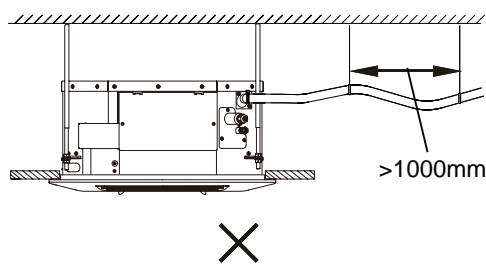

Fig. 5.1
- Per evitare il riflusso dell'acqua all'interno dell'Unità durante l'arresto, il tubo di scarico della condensa deve essere posizionato in basso, e deve drenare l'acqua all'esterno (lato scarico); la pendenza del tubo di scarico condensa deve essere maggiore di 1/100, senza punti di risalita né ristagni d'acqua; in caso contrario, ciò può causare rumori anomali (vedi Fig. 5.1).
5) Nel collegare il tubo di scarico della condensa, non tirare il tubo stesso, per evitare che le connessioni del tubo dell'acqua si allentino. Predispone punti di supporto ogni 0.8~1.0 metri, per evitare che il tubo si pieghi (vedi Fig. 5.1).